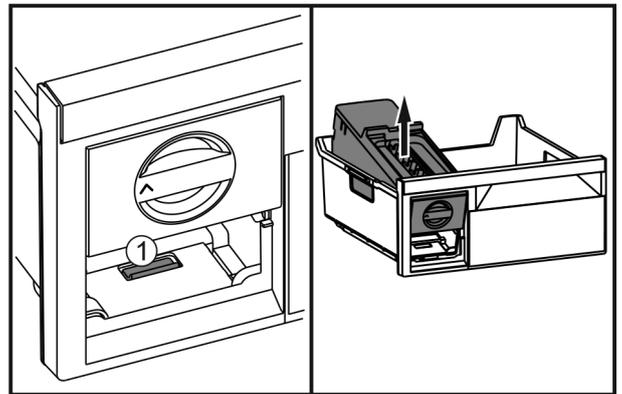

Fig. 37
- ▶ Lasche *Fig. 37 (1)* drücken, EasyTwist-Ice von hinten anheben und aus dem Gefrierschubfach herausnehmen.